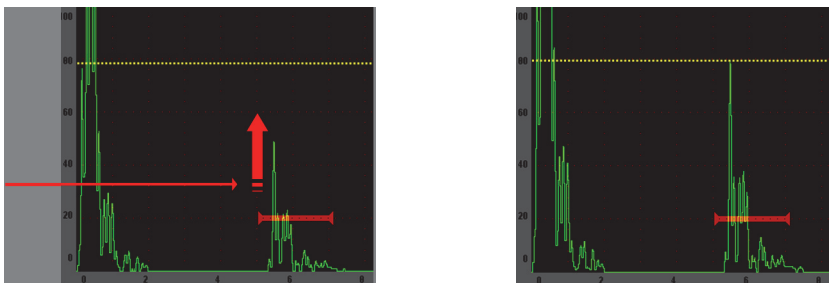

图 2-9 自动 XX% 功能
- 按下 [2ND F], (自动 XX%) 后将激活自动 XX% 功能, 仪器将自动调整增益, 将闸门内回波的波幅调整到 XX% 满屏高 (默认值为 80%) [参见第 39 页的图 2-9]。